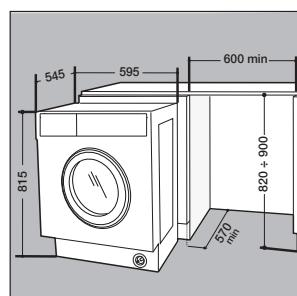

Abb. 6
- Schieben Sie die Maschine in die Öffnung und passen Sie sie der Möbelfront an (Abb. 6).